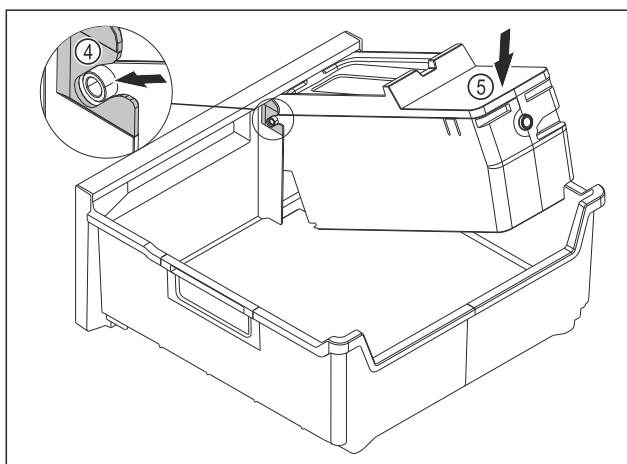

Fig. 109
- ▶ 安装 EasyTwist-Ice 机身：将 EasyTwist-Ice 机身的轴推入到导向装置 Fig. 109 (4)中。
- ▶ 朝下按压 EasyTwist-Ice 机身 Fig. 109 (5)后部。